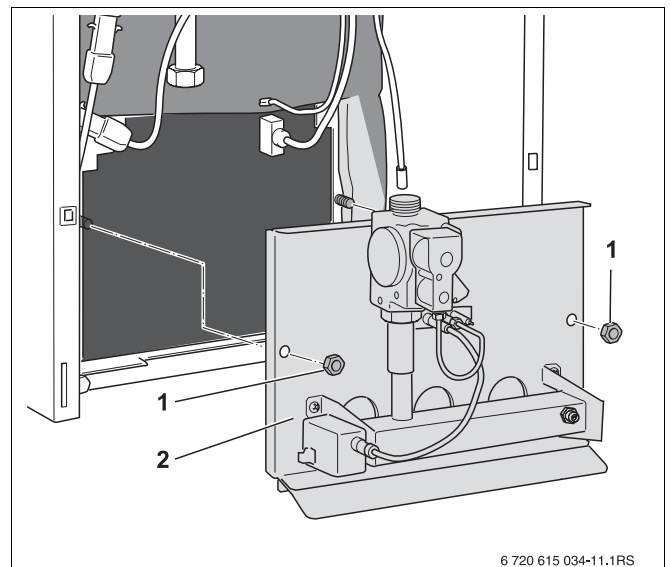

Abb. 35 Befestigungsmuttern lösen
- Befestigungsmuttern (Abb. 35, **Pos. 1**) am Brennerschild (Abb. 35, **Pos. 2**) lösen und Brenner herausnehmen.
- Beim Anschrauben des Brennerschildes (Abb. 35, **Pos. 2**, Seite 41) die zwei Befestigungsmuttern leicht anziehen.